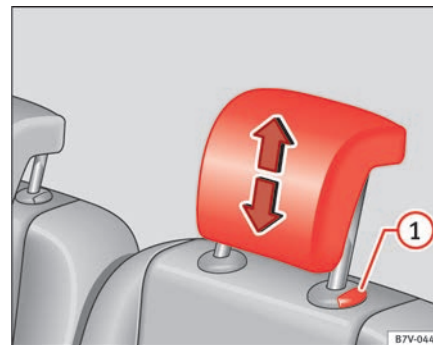

Abb. 87 Kopfstütze hinten ausbauen.
- Kopfstütze bei gedrückter Taste ⇒ Abb. 87 ① ganz herausziehen.